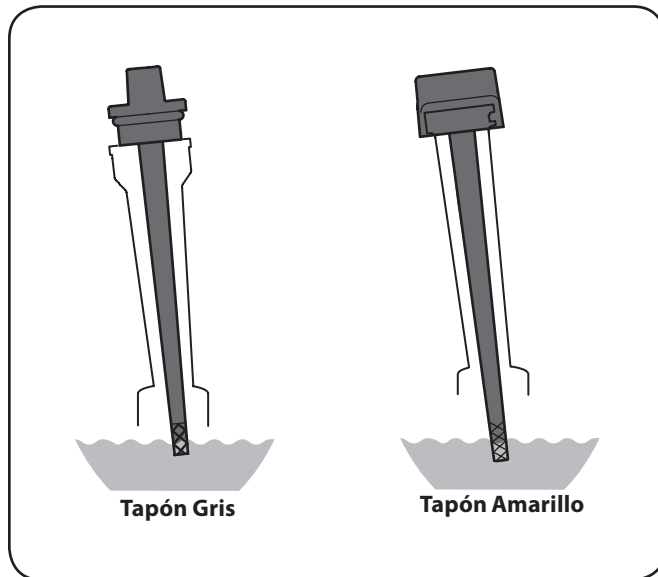

Figura 3-3
2. Introduzca el tapón / la varilla de medición de aceite dentro del cuello de llenado de aceite pero no los atornille. Vea la Figura 3-3.
2. Inserte la varilla en el cuello de llenado de aceite. Gire la varilla de 1 / 4 vuelta en la posición de bloqueo en su totalidad asiento. Vea la Figura 3-3.